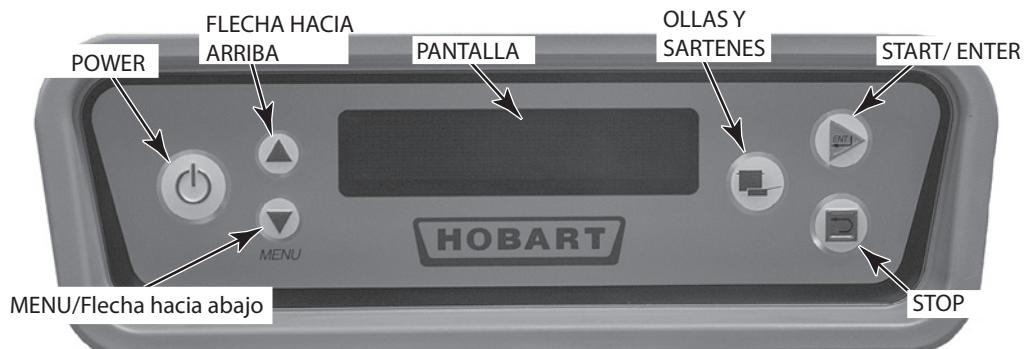

Figura 26
Los controles se ubican en la parte superior del lavavajillas. El teclado y la pantalla se encuentran al frente de la caja de control (Figura 26).
Cierre todas las puertas. Para comenzar el llenado una vez que la máquina está lista, presione el botón POWER (Figura 26).
5. Presione el botón POWER en el teclado (Figura 26). El lavavajillas se llenará automáticamente (consulte la sección "Llenado del lavavajillas" en esta misma página). Una vez que el tanque está lleno, se encenderá el quemador si se requiere aplicar calor. El sistema de ignición considera un período de 15 segundos de purga antes de comenzar su labor.
6. Si el lavavajillas no funciona, presione el botón POWER en el teclado (Figura 26) y cierre la válvula manual de gas. Comuníquese con el servicio técnico de Hobart o con el proveedor local de gas.
Una vez que la máquina se ha llenado, haga funcionar las bombas presionando el botón STAR / ENTER en el teclado (Figura 26) o insertando una canastilla en la máquina.
La opción estándar de detención de la cinta transportadora permite que el operador la detenga para lavar más a fondo la vajilla demasiado sucia durante un tiempo más prolongado. Presione DOWN ARROW (flecha descendente) ubicada en el teclado (Figura 26) hasta que el símbolo '<' se muestre a la izquierda de 'CONVEYOR DWELL' (detención de la cinta). Cuando la canastilla llegue a la cámara de lavado, presione ENTER en el teclado (Figura 26) para detener momentáneamente la cinta transportadora. Para reiniciar el movimiento de la cinta, presione el botón START/ENTER en el teclado (Figura 26).
Si la canastilla se atasca o si la carga es excesiva, un mecanismo de sobrecarga apaga el motor de la cinta transportadora y en la pantalla se lee "Clear Conveyor Jam" (despeje el atasco en la cinta transportadora). Abra las puertas y elimine el atasco. Una vez eliminado, cierre las puertas y pulse el botón START/ENTER en el teclado (Figura 26) para reiniciar el funcionamiento del lavavajillas.
En pantalla aparecen todas las temperaturas del tanque (Figura 26) cuando la máquina está funcionando. La temperatura "Final Rinse" muestra unas rayas (---) hasta que una canastilla ingresa a la zona de enjuague. Luego se lee "Final Rinse". Una vez que la vajilla abandona la zona de enjuague, Final Rinse vuelve a mostrar ---.
La opción ollas y sartenes, estándar en todos los modelos CLeN, permite que el operador lave ollas y sartenes extremadamente sucios haciendo pasar las canastillas por dos zonas de lavado predeterminadas durante cierto tiempo específico. Los tiempos de lavado se pueden ajustar en el Menú Parámetros de página 35. Presione el botón POT and PAN (ollas y sartenes) ubicado en el teclado (Figura 26) para ingresar a dicho modo. Inserte la canastilla en el lavavajillas, donde permanecerá por el tiempo predeterminado. El lavavajillas volverá a su funcionamiento normal al presionar el botón POT and PAN nuevamente, el botón STOP o si finaliza el temporizador automático.
En caso de que no ingrese ninguna canastilla a la máquina por un tiempo preestablecido, el temporizador automático inicia la cuenta regresiva y las bombas y la cinta transportadora se apagan para ahorrar energía. El tanque continúa calentándose y en pantalla se muestran las diversas temperaturas. Para reanudar el funcionamiento, inserte una canastilla o presione el botón START/ENTER en el teclado (Figura 26).
Luego de un período de inactividad de la máquina, el control inicia el modo Ahorro de Energía (ESM): todos los componentes de la lavadora de utensilios se apagan y la pantalla de control se atenúa mostrando la leyenda "Energy Saver Active / Press STOP to Exit" (Modo ahorro de energía activo. Presione STOP para salir). Para salir del modo Ahorro de Energía presione el botón STOP (Figura 26). Puede presionar el botón POWER para apagar completamente la máquina. El tiempo de inactividad de la máquina antes de ESM se puede establecer entre 1 y 6 horas en el menú de Parámetros. La configuración de fábrica es de 2 horas. Consulte la página 35.
1. Presione el botón POWER en el teclado para apagar la máquina (Figura 26).